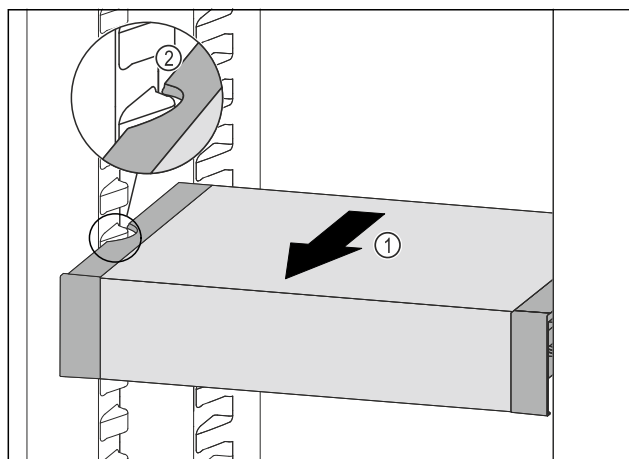

Fig. 44
- ▶ Тяните VarioSafe вперед Fig. 44 (1), пока боковые выемки VarioSafe не окажутся на высоте выступа резервуара в холодильном отделении. Fig. 44 (2)